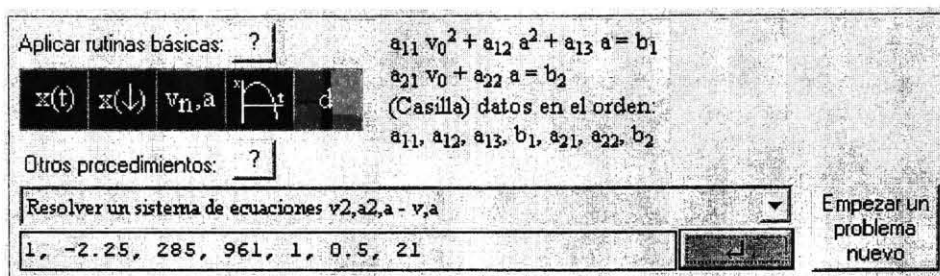

Fig. 71
– En la lista **Otros procedimientos** escoge el el procedimiento “**Resolver un sistema de ecuaciones v2,a2,a - v,a**” (Fig. 71). Escribe en el cuadro de texto debajo de la lista el texto “**1, -2.25, 285, 961, 1, 0.5, 21**” y oprime INTRO. Oprime el botón “↵”.